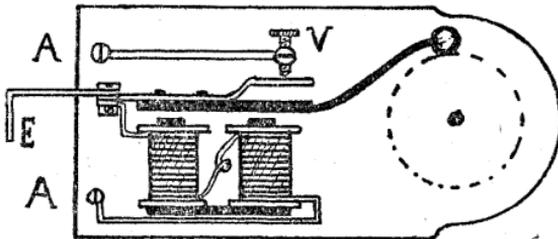

Figure 27
**Buzzer.** (Fig. 1). — Le buzzer ou trembleur sert souvent à vérifier un poste. On l'a généralement sous la main, si vous avez une sonnette électrique, enlevez la cloche et branchez une pile aux bornes A et A, (Fig. 27)